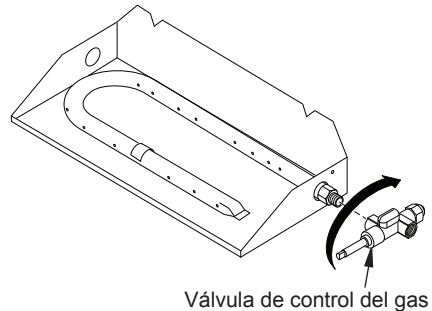

Figura 9
4. Enrosque la válvula de control de gas en el mezclador de aire del quemador. Use sellador de tuberías en las roscas macho del mezclador de aire del quemador. Mantenga el mezclador de aire del quemador con una llave para evitar apretar demasiado la conexión al quemador. Asegúrese de que la barra de control se enfrenta a la parte delantera como se muestra en la Figura 9.